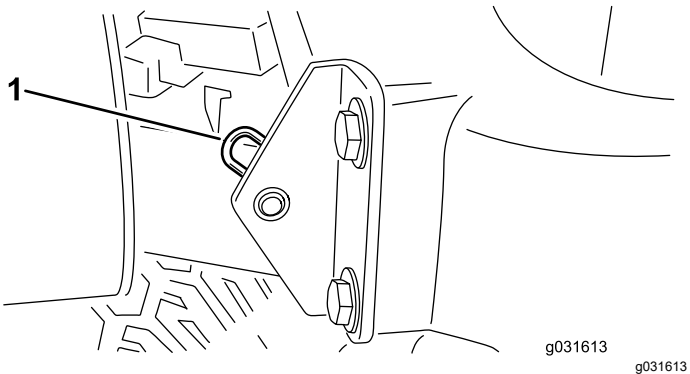

Figura 77
- Retire el pasador que fija el pivote del capó a los soportes (Figura 77).